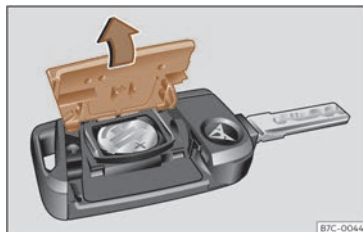

Fig. 44 Clé du véhicule : ouverture du cache du logement de la pile.
- Retirez le cache de la partie arrière de la clé du véhicule dans le sens de la flèche >>> fig. 44, >>> ①.